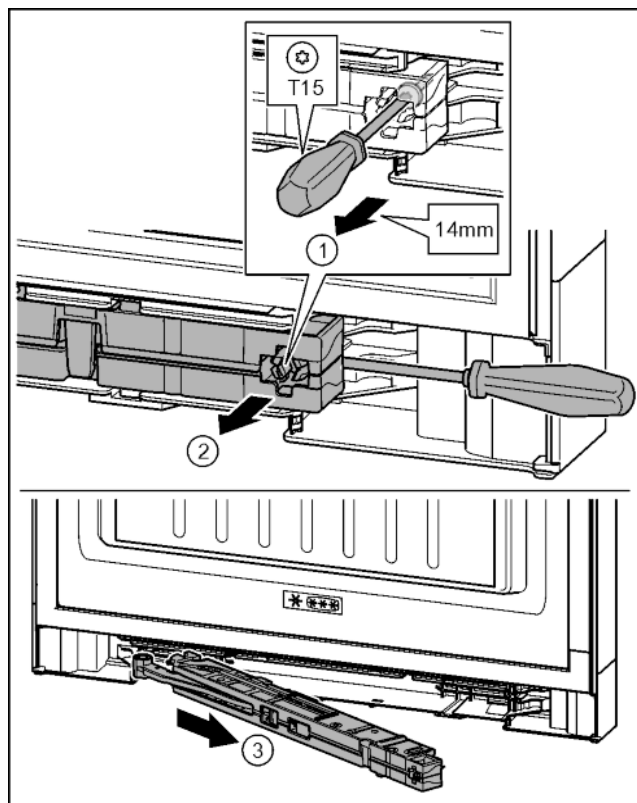

Fig. 18
- Ослабить винт на узле амортизатора с помощью отвертки T15 примерно на 14 мм. Fig. 18 (1)
- Переместить отвертку со стороны ручки за узел амортизатора. Повернуть узел вперед. Fig. 18 (2)
- Вытащить узел амортизатора. Fig. 18 (3)